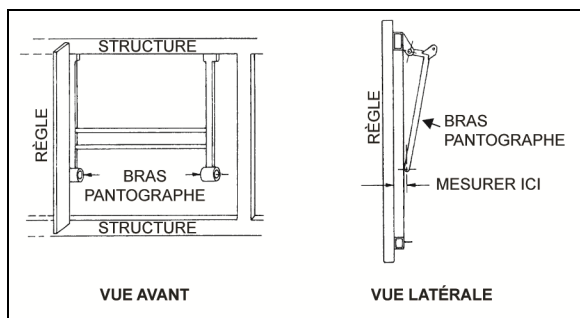
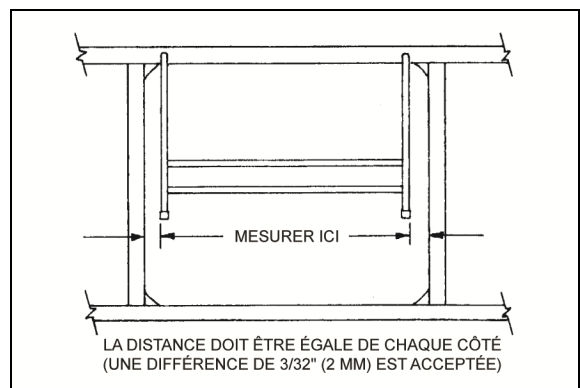

FIGURE 64 : AJUSTEMENT D'UNE PORTE À PANTOGRAPHE 18062
FIGURE 65 : AJUSTEMENT D'UNE PORTE À PANTOGRAPHE 18063
Mesurer la distance entre l'extrémité de l'un des bras du pantographe et un bord droit de la structure. Répéter la procédure pour l'autre bras. La distance doit être égale des deux côtés. Si ce n'est pas le cas, incliner le bras approprié jusqu'à ce que la mesure souhaitée soit obtenue (Figure 64 et Figure 65).
5. Lorsque la porte est droite, enlever les morceaux de bois et vérifier que la porte fonctionne et est ajustée correctement. Une différence de 3/32 po (2 mm) est acceptée entre les deux côtés (Figure 65).